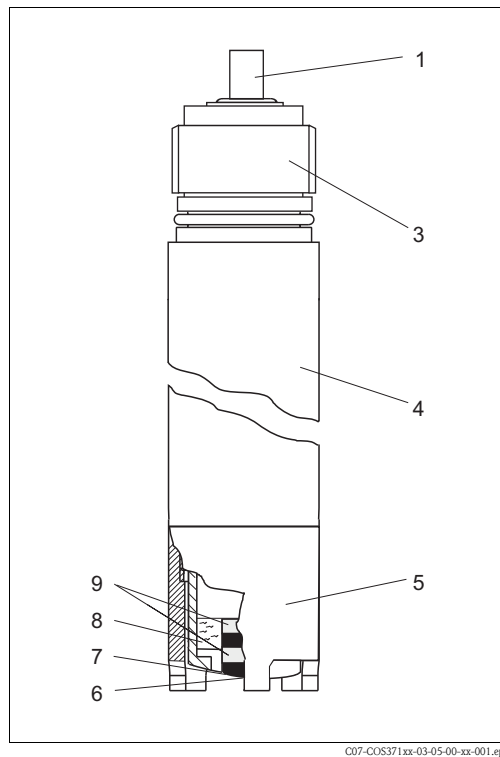

Abb. 11: Sensoraufbau
- Sensorschaft (Abb. 11, Pos. 4)
- Schutzkorb (Abb. 11, Pos. 5)